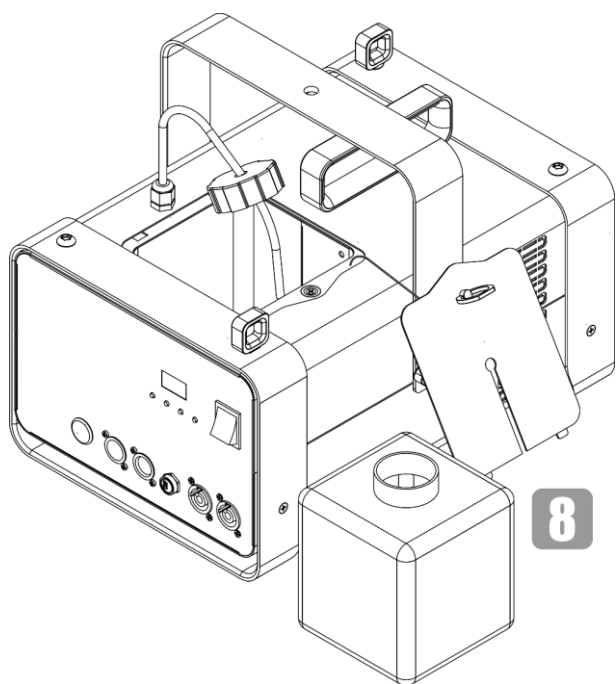

Fig. 15
- 08) Posizionare il serbatoio del liquido su una superficie vicina al dispositivo, come mostrato nella Fig. 15.